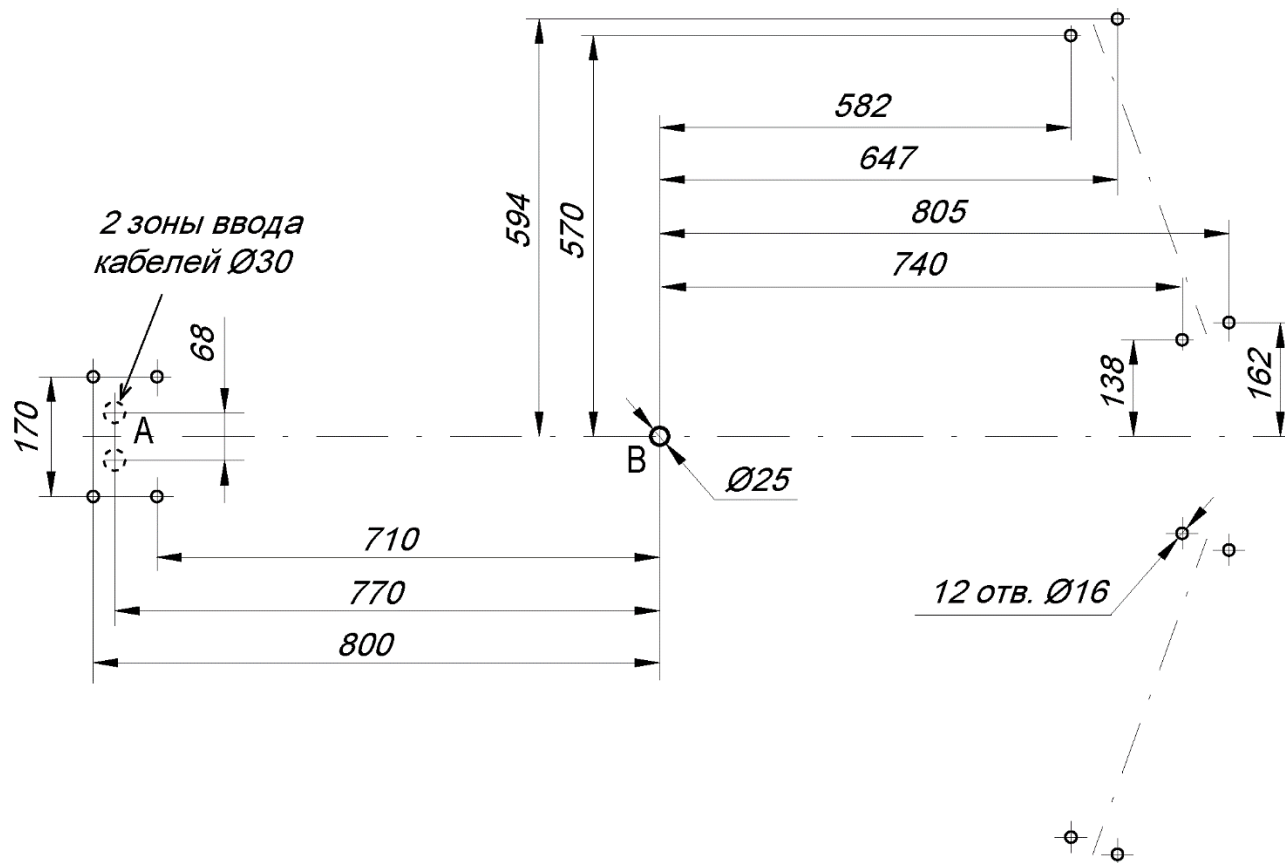
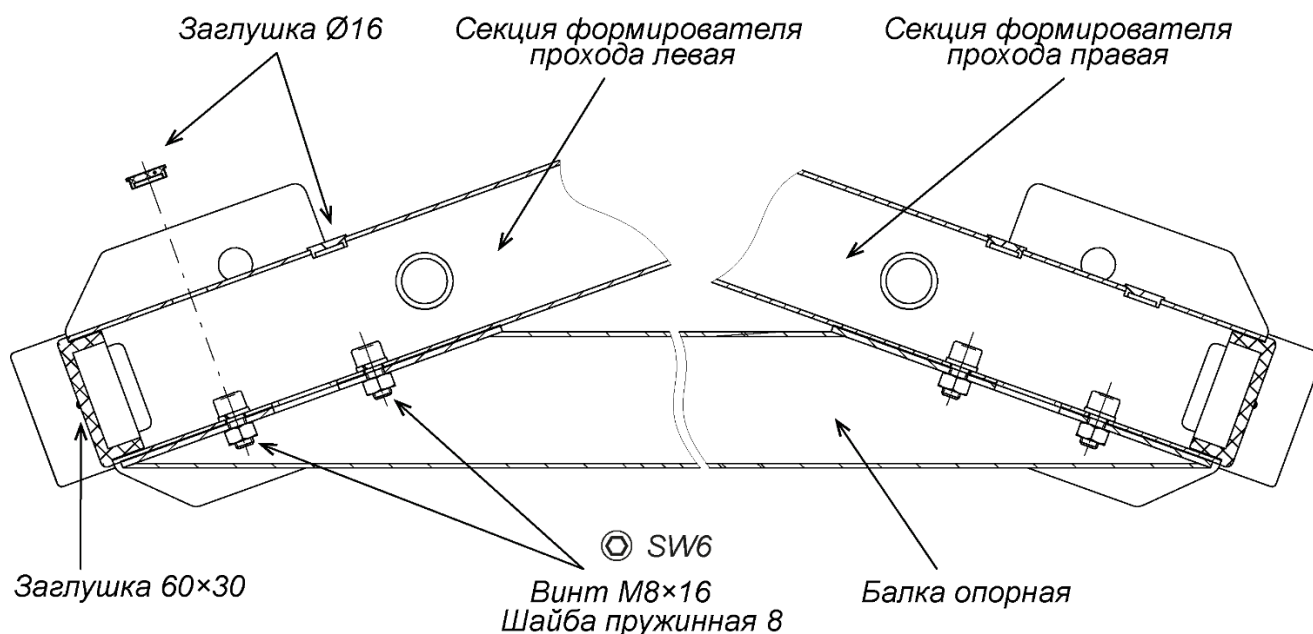

Рисунок 10. Схема разметки для монтажа турникета¹
Рисунок 11. Крепление балки опорной (7) к секциям (6) формирователя прохода
3. Выполните на установочной поверхности разметку отверстий для монтажа турникета. Используйте шаблон из комплекта поставки, но затем обязательно проверьте истинность расстояний в соответствии с рис. 10.
- Установите секции (6) формирователя прохода на установочную поверхность, ориентируя отверстия в опорных фланцах по расположению анкеров. При этом левая и правая секции должны быть правильно выставлены и сориентированы: блоки индикации формирователей должны быть развернуты от оси симметрии (см. рис. 10) и учтено расположение на секциях мест крепления опорной балки (см. рис. 11).
9. Установите балку опорную (7) на секции (6) формирователя прохода:
- Закрепите балку опорную на секциях формирователя прохода четырьмя болтами М8×16 (ключ SW6) из комплекта сборочно-монтажных принадлежностей (ящик №4). При уличном монтаже стыки опорной балки с секциями формирователя прохода рекомендуется герметизировать, используя атмосферостойкий силиконовый герметик по инструкции производителя (см. рис. 11).
10. Распакуйте стойку с преграждающими планками (5) (ящик №4).
11. Установите стойку с преграждающими планками (5) (работайте вдвоем!):
- Положите стойку с преграждающими планками (5) на установочную поверхность таким образом, чтобы опорный фланец находился рядом с зоной ввода кабелей. Затем, используя монтажную проволоку, протяните кабели через нижнее отверстие в преграждающей стойке со стороны фланца вверх по стойке до ее верхнего отверстия. Выпуск кабелей на выходе из верхнего отверстия должен составлять 0,8 - 1,0 м. Временно зафиксируйте концы кабелей на верхней планке преграждающей стойки (к примеру, с помощью липкой ленты).
- Установите стойку с преграждающими планками на отверстия с анкерами в установочной поверхности по оси симметрии, при этом фланец должен встать на зону А, а место нижнего узла вращения (3) – на отверстие В с анкером М16 (см. рис. 10).
- Проверьте вертикальность положения ротора с помощью уровня. При необходимости устраните отклонение от вертикальности путем смещения балки привода (8) в пределах допуска монтажных отверстий под шпильки и болты. Окончательно затяните болты и гайки крепления балки привода.
- Окончательно затяните анкерные болты крепления к установочной поверхности опорных фланцев стойки с преграждающими планками (5) и фланцев секций (6) формователя прохода. При возникновении перекосов в силовых элементах конструкции турникета допускается использовать монтажные прокладки.
- Закройте пластиковыми заглушками Ø16 отверстия для болтов соединения секций ротора (2) и отверстия крепления балки опорной (7) к секциям (6) формователя прохода (см. рис. 11 и 18).